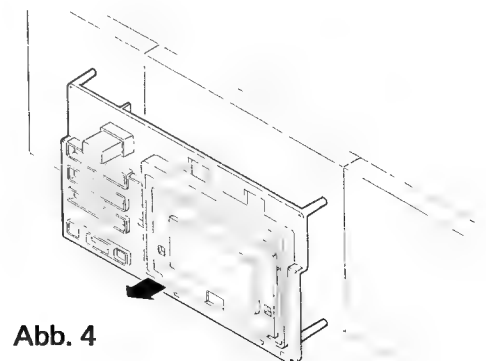

Abb. 4
- f) Die Einheit "Abdeckung kpl." nach vorne abziehen (Abb. 4).